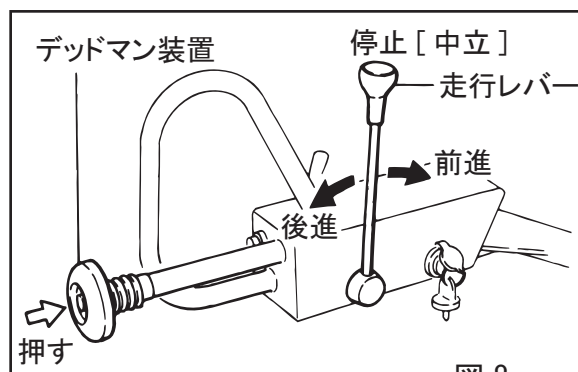

図 8
- 走行レバーを後進にし、デッドマン装置を押し走行レバーが中立位置に戻る事を確認します。（図8）
- 走行レバーをわずかに前方へ押すと、ローラーは微速前進します。さらに押すと速度があがります。走行レバーの動かし方で速度を 0 ~ (前後進とも) の範囲で無段変速できます。走行レバーを手前に引くと後進します。(図 8)